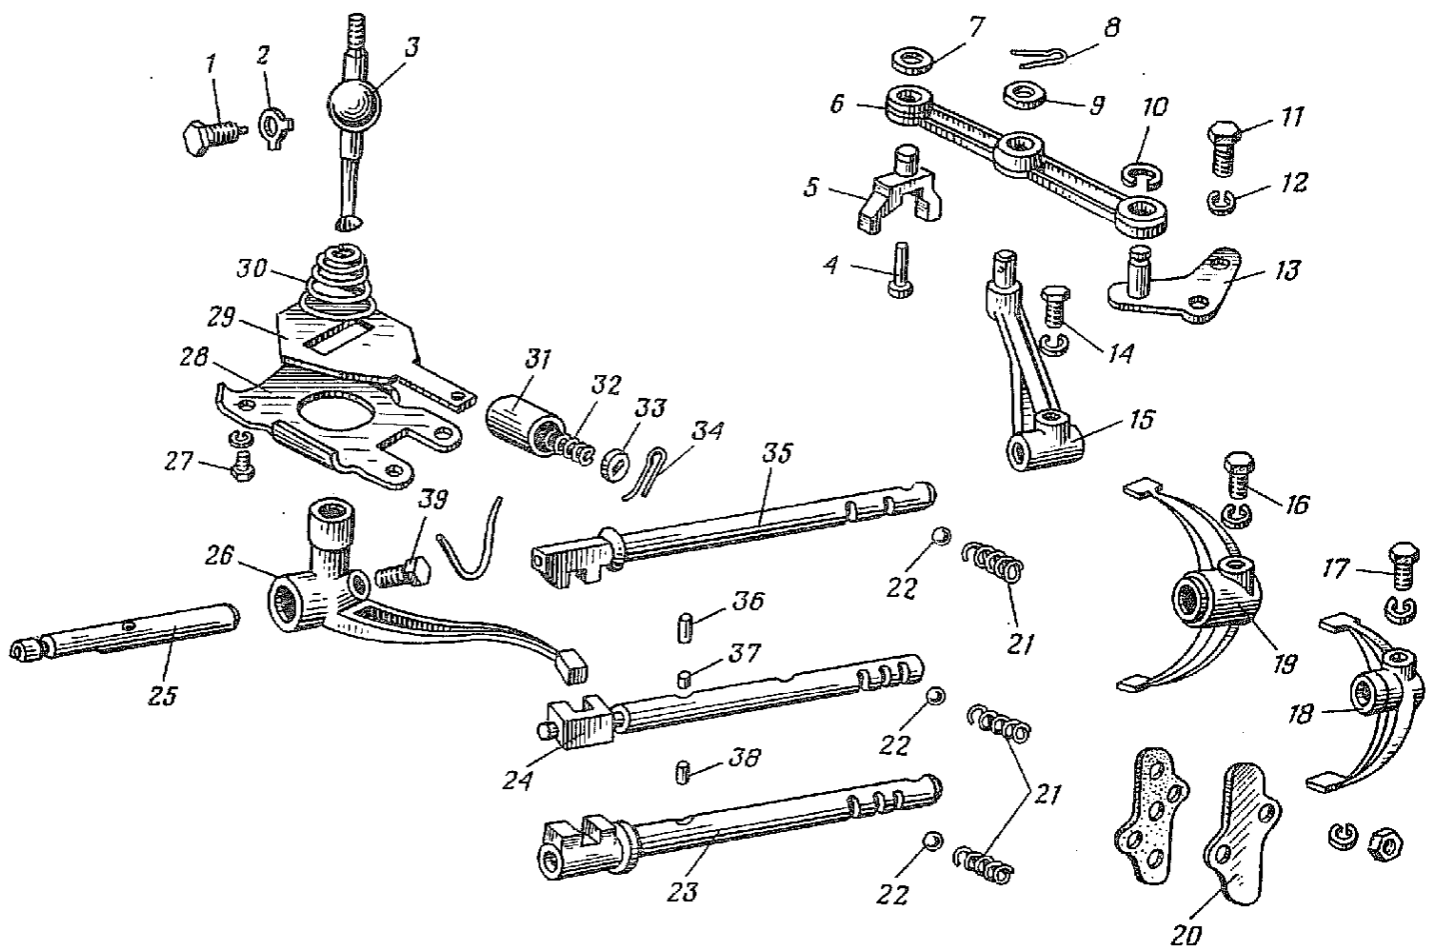

Рис. 134. Детали механизма переключения передач:
1.22. Отвернуть болт 14 (рис. 134) крепления поводка 15 рычага включения заднего хода на штоке 35,
1.35. Вынуть вилку 18 (рис. 134) переключения 1-й и 2-й передач из картера.
1.53.2. Снять с рычага 6 (рис. 134) стопорное кольцо 10 и отсоединить кронштейн 13 (отвертка 150×0,5).
1.55.2. Вывернуть болты 1 (рис. 134) рычагов переключения передач (головка 12, вороток).